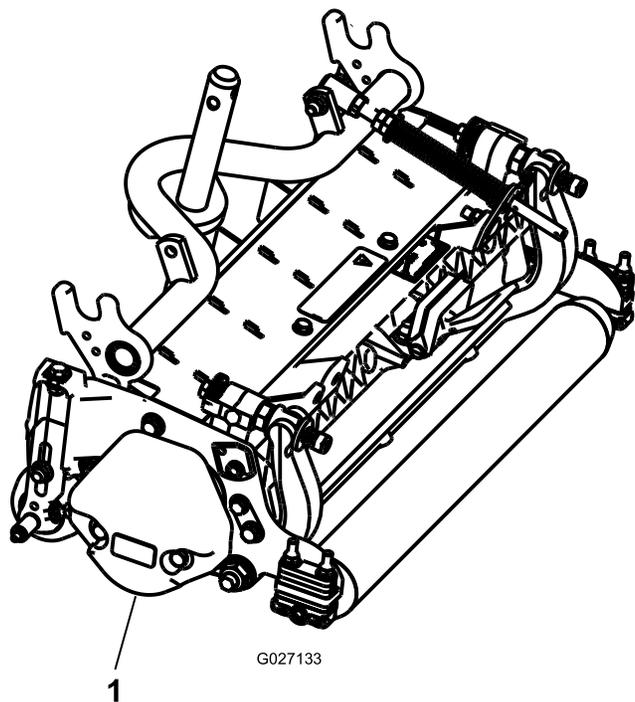

Рисунок 4
3. Убедитесь, что противовес (**Рисунок 4**) установлен с соответствующего конца режущего блока, как описано в *Руководстве по установке* комплекта противовеса.